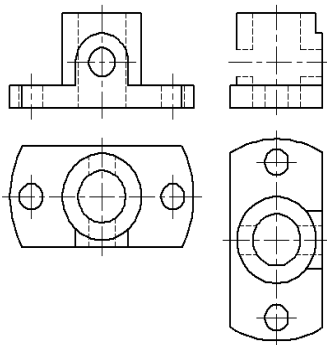

图 5-13 绘制底板、铅垂圆柱、U 形凸台左视图
(3)绘制底板、铅垂圆柱、U形凸台左视图,如图5-13所示。